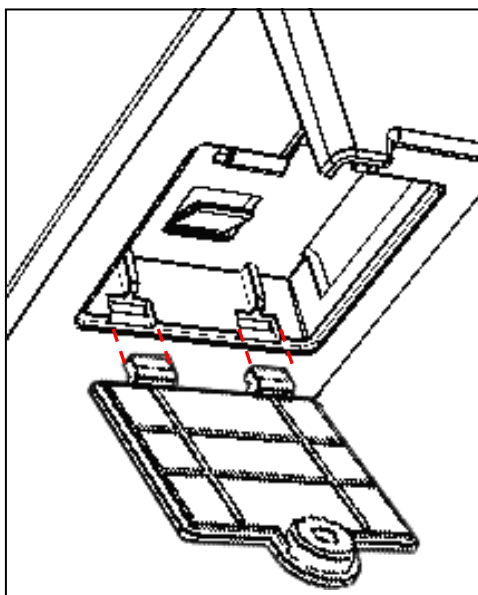

Рисунок 19. Извлечение крышки отсека для ФН (ФН условно не показан)
2. Освободить фиксаторы крышки из пазов отсека (см. рисунок 19), извлечь крышку.